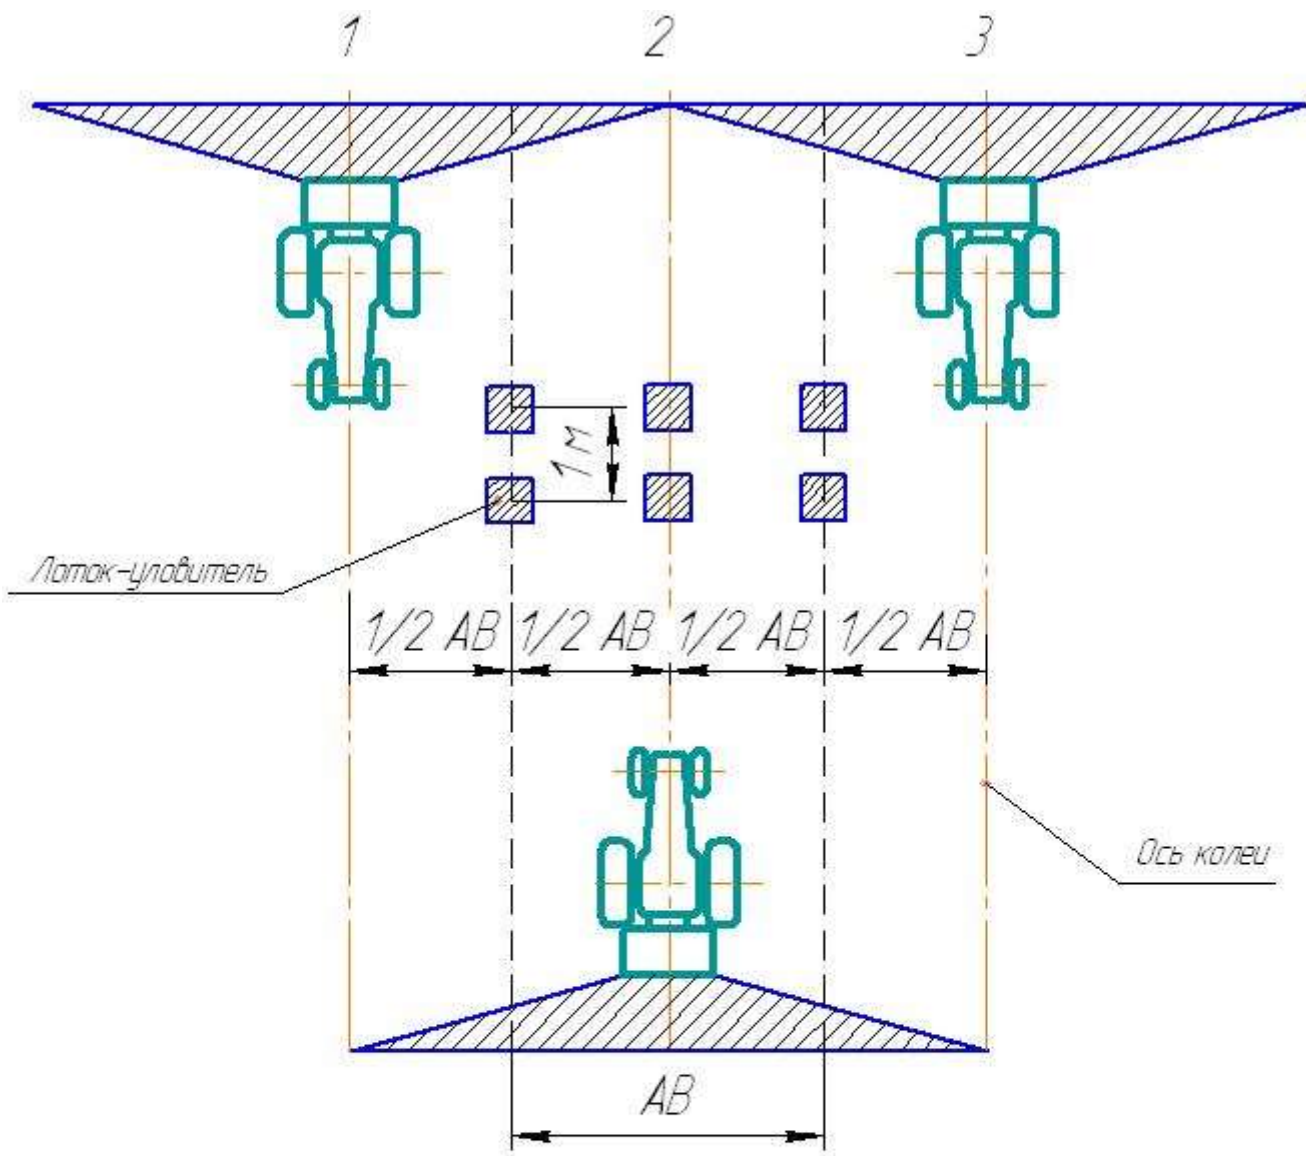

Рисунок 12 – Схема контрольной проверки доз внесения
- в соответствии со схемой (рисунок 12) , в зонах перекрытия и в середине колеи поставить друг за другом лотки-уловители (расстояние 1м);